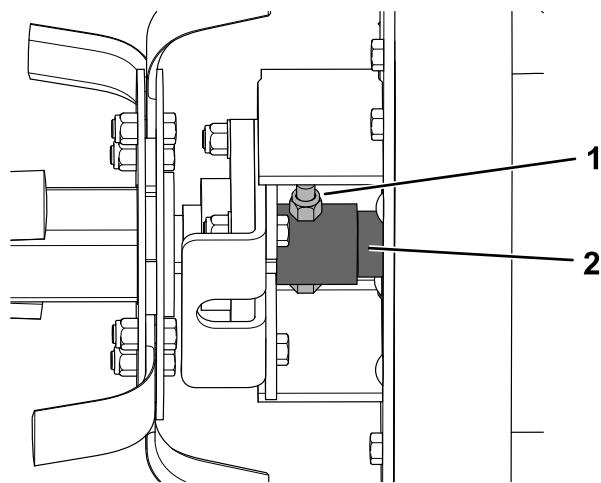

Рисунок 7
3. Отверните гайку ($\frac{5}{8}$ дюйма) и болт ($\frac{5}{8}$ x 4 дюйма), которые крепят переходник привода к ротору в сборе (**Рисунок 7**).
3. Прикрепите переходник привода к ротору в сборе при помощи гайки ($\frac{5}{8}$ дюйма) и болта ($\frac{5}{8}$ x 4 дюйма), как показано на Рисунок 7. Затяните болт с моментом от 183 до 224 Н·м.